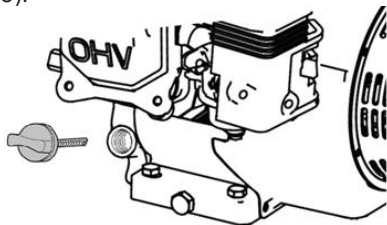

Рис. 5 Крышка-щуп маслосазливной горловины
2. Выкрутите крышку-щуп маслосазливной горловины и извлеките щуп (Рис. 5).
2. Выкрутите крышку-щуп маслосаливной горловины и извлеките щуп (Рис. 5).